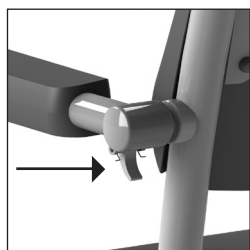

Figure 10 Accoudoir.
- Les accoudoirs peuvent être déverrouillés en poussant la languette de sécurité située au niveau de l'articulation avec le cadre (Cf. figure 10). L'accoudoir peut ensuite être pivoté devant le client et rabattu vers le haut.